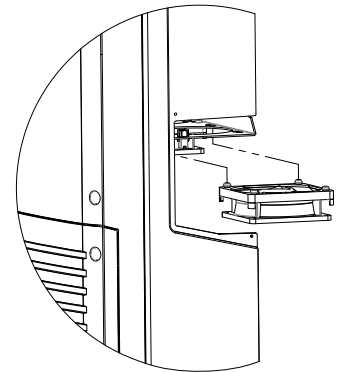

Abb. 18: Lüfter tauschen
8. Lüfter aus den Lüfteraufnahmen lösen, (Abbildung 18 auf Seite 42).
5. Austauschlüfter in die Lüfteraufnahmen einsetzen (Abbildung 18).